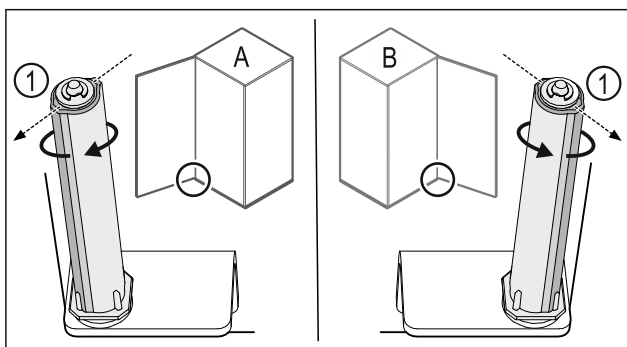

Fig. 50 左门挡(A) / 右门挡(B)
- 克服阻力转动关门系统，直至关门系统 Fig. 50 (1) 的连接片朝外。